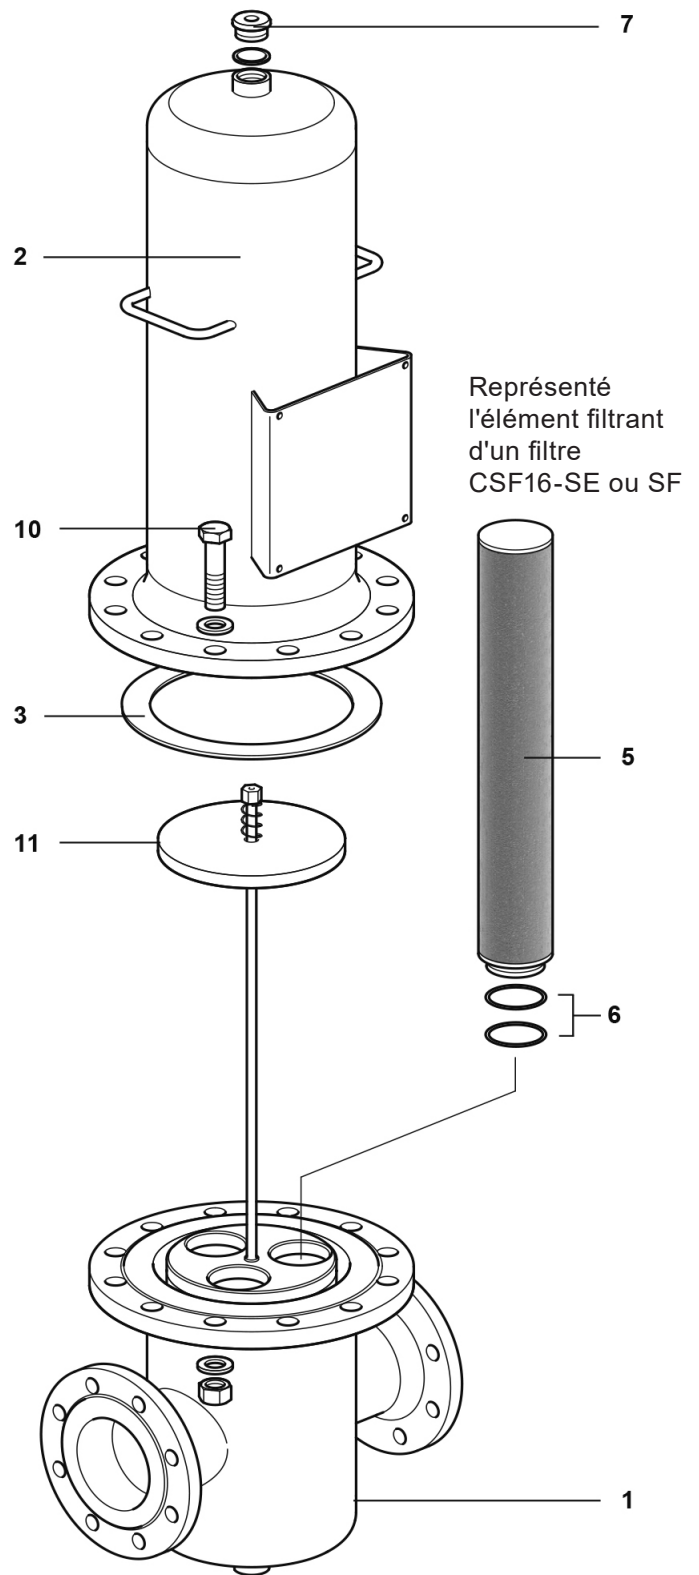

Fig. 8 - Filtre à vapeur - DN100 et DN150 (Représenté DN100L)
2. La bague du boîtier (4) ou les boulons du boîtier (10) qui maintiennent ensemble le carter supérieur du filtre (2) et le carter inférieur du filtre (1) doivent être dévissés à l'aide de la clé appropriée. Le carter supérieur du filtre (2) peut alors être retiré.
3. Les joints de l'élément filtrant (2 pièces, élément 6) doivent ensuite être lubrifiés à l'aide d'un lubrifiant adapté à l'application, avant de les monter sur le carter inférieur du filtre (1).
4. L'élément filtrant (5 - veuillez noter qu'il existe plusieurs éléments pour les plus grandes tailles) doit être doucement poussé dans le carter du filtre (1).
5. **Lorsque plusieurs éléments sont installés**, l'ensemble de support de filtre (11) doit être assemblé et installé comme indiqué sur la Fig. 8.
6. Assurez-vous que le joint du filtre (3) est en place.
7. **Pour les DN8 au DN80 :** La bague du boîtier (4) doit ensuite être soigneusement placée dans le logement du carter supérieur du filtre (2), avant d'abaisser doucement le carter inférieur du filtre (1) sur l'élément filtrant et de serrer la bague (4). La bague (4) est conçue avec un filetage grossier pour minimiser le risque de grippage. La lubrification du filetage n'est normalement pas nécessaire. Cependant, un lubrifiant pour filetage peut être utilisé si nécessaire.
8. **Pour les DN100 et DN150 :** Abaisser doucement le carter supérieur (2) sur les éléments filtrants et placez-le sur le carter inférieur (1). Serrer les boulons du boîtier au couple recommandé - Voir le Tableau 1.